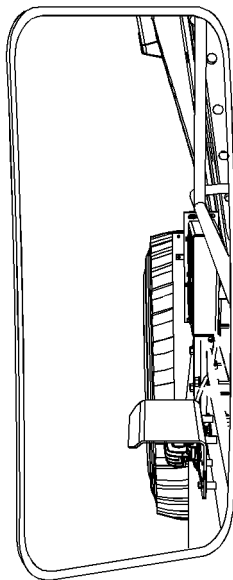

Ilustración 77
- Consulte la ilustración 77 .